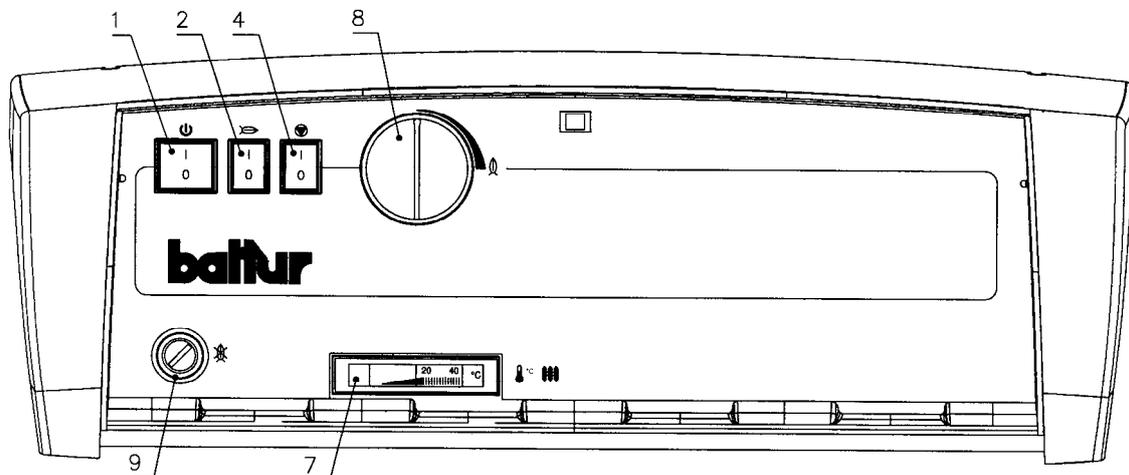

Fig. 5
5.3.2 PANNELLO COMANDO TERMOSTATICO PER SOLO RISCALDAMENTO (Fig. 5)
IMPORTANTE: verificare che le intercapedini tra il boccaglio bruciatore, lunghezza minima 130 mm (L), ed il portellone siano convenientemente riempite con materiale termoisolante (Fig. 5).